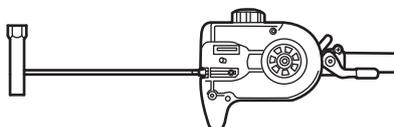

Fig. 26e
- S'assurer que l'axe tendeur (D11) est ajusté à sa position la plus à droite avant de monter la nouvelle chaîne ou la chaîne contrôlée et la barre de guidage. Dans le cas contraire, tourner la vis de tension (D12) dans le sens contraire des aiguilles d'une montre avec le tournevis plat (E6) (voir Fig. 26e).